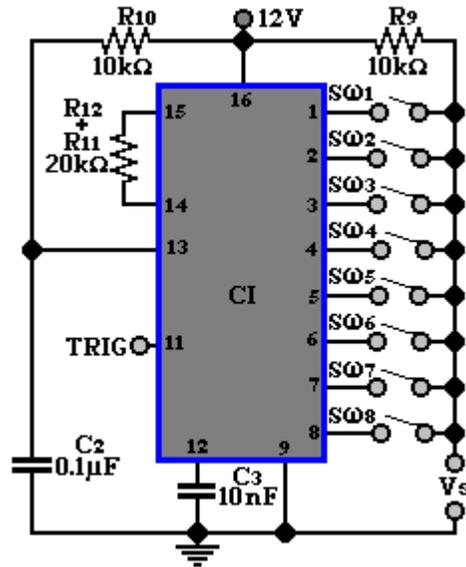

Figura 5.2. Oscilador de salida sincronizada (divisor de frecuencias)
2. Diga con sus palabras el funcionamiento del circuito de la figura 5.2 y 5.3, éste deberá ser entregado al profesor del laboratorio al inicio del mismo.
1. Arme el circuito de la figura 5.2.
5. Defina y calcule el tiempo suma para la siguiente programación que involucran los pines 1T, 2T, 4T y 8T utilizando el circuito de la figura 5.2.